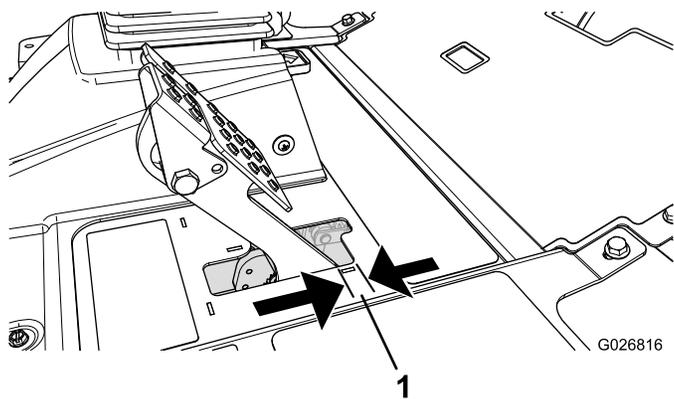

Figura 112
4. Premete leggermente il pedale del freno e misurate la distanza che il pedale percorre senza che si avverta resistenza (Figura 112).
Nota: Regolate i freni se il pedale ha un "gioco" superiore a 2,5 cm (Figura 112), o se è necessaria maggiore forza di stazionamento.
6. Serrate i dadi posteriori per spostare indietro il cavo, finché il pedale del freno non ha un gioco compreso tra 6 e 13 mm (Figura 112), prima che il freno di stazionamento innesti le ruote.